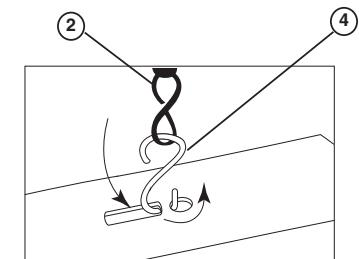

Figure 2
2. Installer deux crochets (**non fournis**) au plafond. Fixer le crochet en 'S' (4) à la chaîne (2). Glisser le crochet (4) par l'ouverture sur le dessus du boîtier (1) **Voir la Fig.2.** Sertir les deux extrémités du crochet. Avis: La distance maximale à la prise électrique dépend de la longueur du cordon (3) fourni.
3. Fixer la corde (6) à la chaînette sur les Chaînettes à tirage (5).
4. Branchez le cordon d'alimentation (3).
2. Install two hooks (**not supplied**) in ceiling. Attach "S" hooks (4) to chain (2). Slide hook (4) through opening on top of Housing (1) (**See Fig.2**). Crimp both ends of hook (4). Note: Maximum distance to electrical outlet is determined by the length of the Cord (3) provided.
3. Attach pull string (6) to beaded chain on Pull Chain Switch Assembly (5).
4. Plug in power cord (3).
2. Instalar dos ganchos (**no incluidos**) en el techo. Anexar el gancho 'S' (4) a la cadena (2). Deslizar el gancho (4) por la entrada en la parte superior del canal (1) (**Vea Fig.2**). Cierre los dos extremos del gancho (4). Nota: La distancia máxima a una salida eléctrica es determinada por la longitud del cordón (3) proporcionado.
3. Anexar la cuerda (6) a la cadena en Ensamblaje de la Cadena de Tirón (5).
4. Enchufe el cable de alimentación (3).